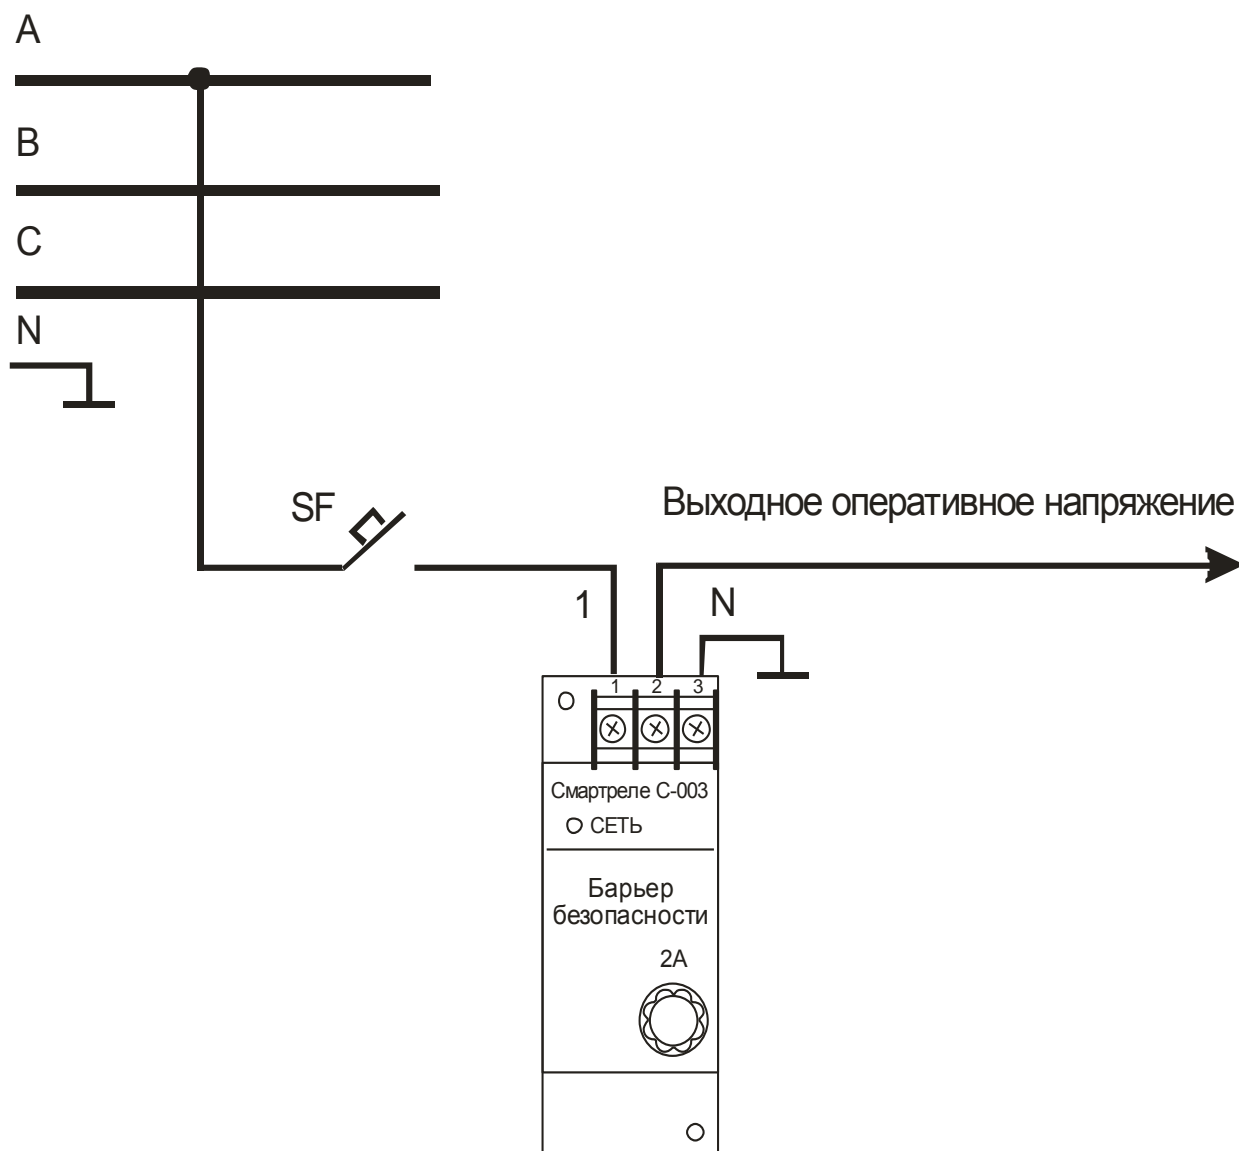

Рисунок 2 - схема включения барьера Смартреле с-003 в цепь оперативного напряжения
- 5.2 Схема включения барьера в цепь оперативного напряжения показана на рис.2.
7.2.Подключение барьера производится в соответствии со схемой рис. 2.